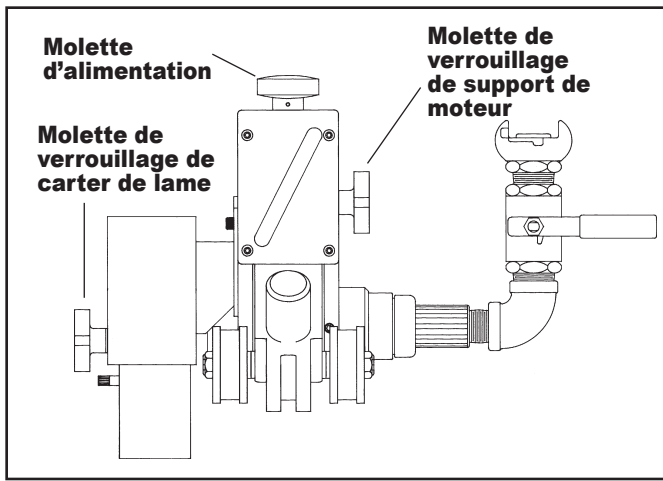

FIG. 4
1. Desserrer la molette de verrouillage de support du moteur. (Fig. 4)
2. Tirer le support de moteur le plus possible vers le haut en faisant tourner la molette d'alimentation dans le sens contraire des aiguilles d'une montre. (Fig. 4)
2. Tourner la molette d'alimentation de l'outil de coupe dans le sens des aiguilles d'une montre. (Fig. 4) Abaisser le moteur et l'outil de coupe vers le tuyau sans toutefois toucher celui-ci. La molette de verrouillage du support de moteur doit être serrée mais le support doit pouvoir toujours glisser.
- 2.\* Vérifier l'épaisseur de la paroi du tuyau à couper puis faire tourner la molette d'alimentation (Fig. 4) jusqu'à ce que l'indicateur pointe sur la profondeur souhaitée pour l'outil de coupe. Prévoir au moins 1/4" de lame au-delà de la profondeur de coupe.
\*L'unique exception implique l'utilisation de la fraise d'angle avec des tuyaux en plastique où l'outil de coupe doit être engagé jusqu'à ce que la fraise d'angle commence à couper. À ce point, l'indicateur de la jauge de profondeur peut être utilisé pour déterminer la quantité de biseau. L'engagement complet donne un biseau de 5/16". (Fig. 4)
3. Serrer la molette de verrouillage de support du moteur. (Fig. 4)
4. Serrer la molette de verrouillage de carter de lame à environ 1/8" du tuyau. (Fig. 4)